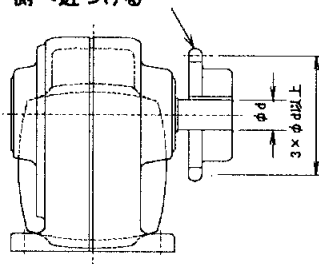

図2 スプロケット位置
- (3) オーバハング荷重による損傷を防止するため、スプロケット、歯車、プーリなどは、荷重位置をできるだけ出力軸段付部側へくように取り付けてください。図2参照。